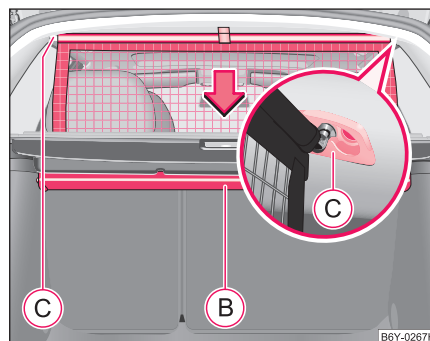

Fig. 58 Înfășurarea peretelui de plasă despărțitor
- Împingeți bara transversală pe rând la fiecare margine și apoi scoateți bara transversală din suportii **C** ⇒ Pagina 74, Fig. 58.